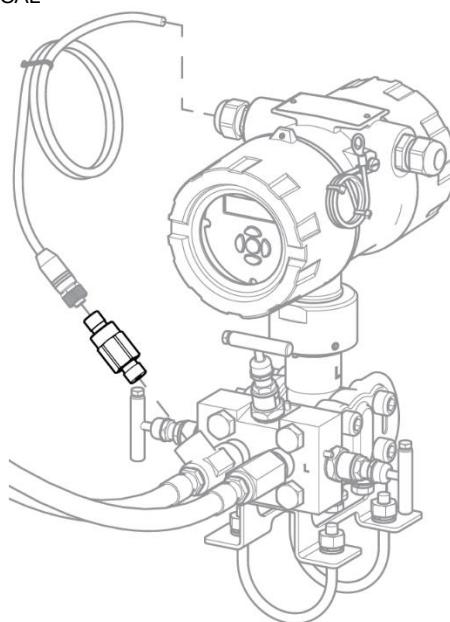

Fig. 35
2. Sluit de afsluitlekken op de twee-wegs manifold en open de drain poorten op de MVT10 zodat condensaat kan draineren. (Houdt rekening waar het condensaat heen gaat. Het is aangeraden om een opvangbakje te plaatsen onder de drain poorten om het condensaat op te vangen.). Zie Fig. 35.
6. Maak de kabelwartel los van de elektronica behuizing en verwijder de kabel. Zie Fig. 35.